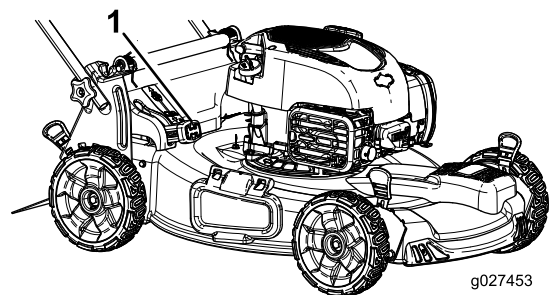

Figura 18
- **Para ensacar los recortes de hierba y hojas**, presione el botón de la palanca de ensacado a demanda y mueva la palanca hacia delante hasta que salte el botón de la palanca (Figura 18).